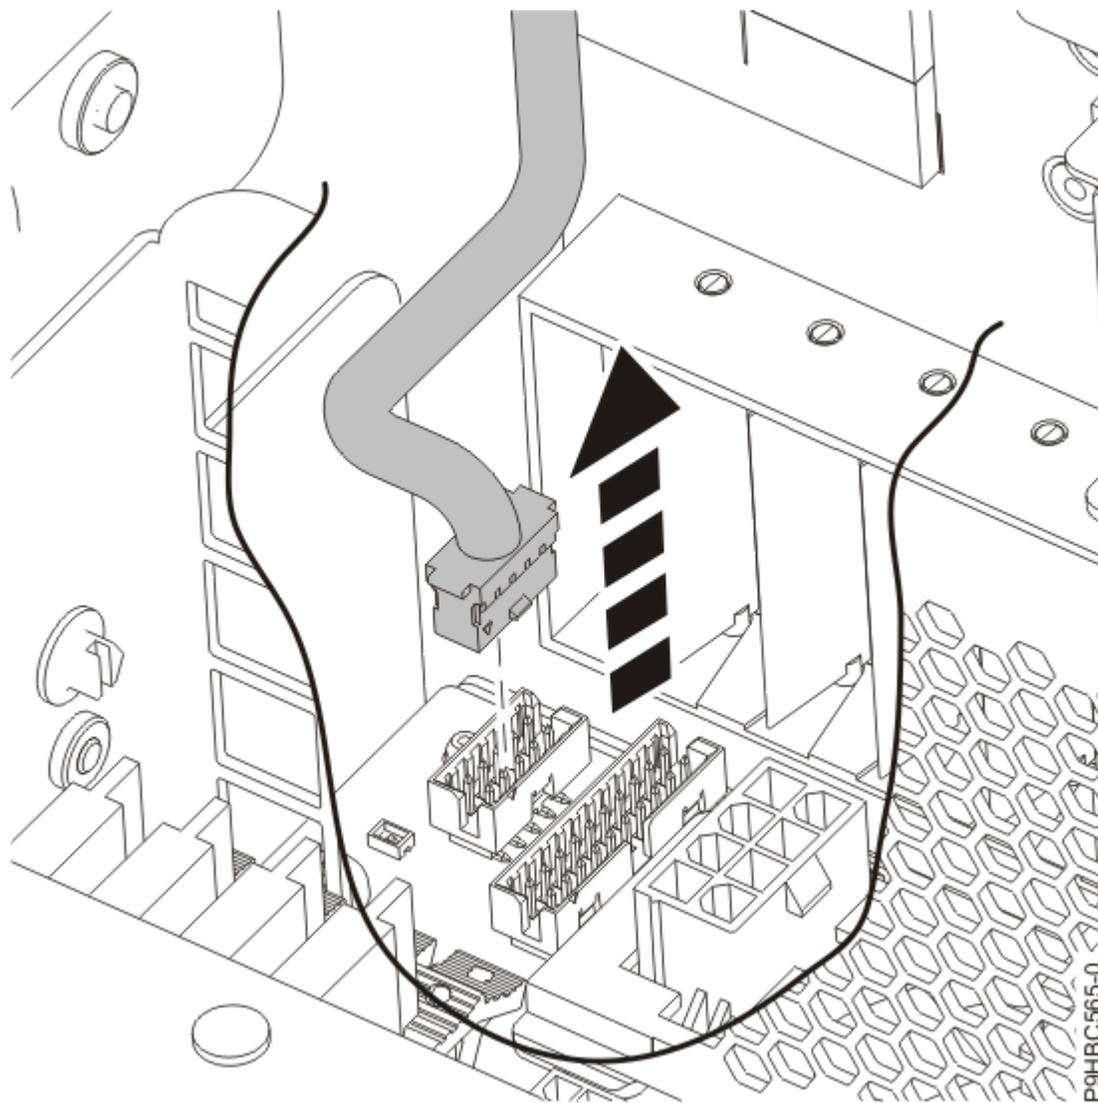

Figura 109. Desligar o cabo do ecrã do painel de controlo do painel posterior do sistema para um sistema montado em bastidor
4. Desligue o cabo do ecrã do painel de controlo do painel posterior do sistema conforme apresentado na Figura 109 na página 116 ou Figura 110 na página 117.